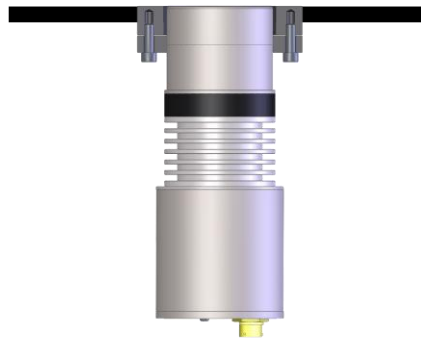

图 32: 暗装式传感器
5. 确认传感器与安装位置的内壁平齐（图 32）。如果传感器未能平齐，请调整卡圈位置。